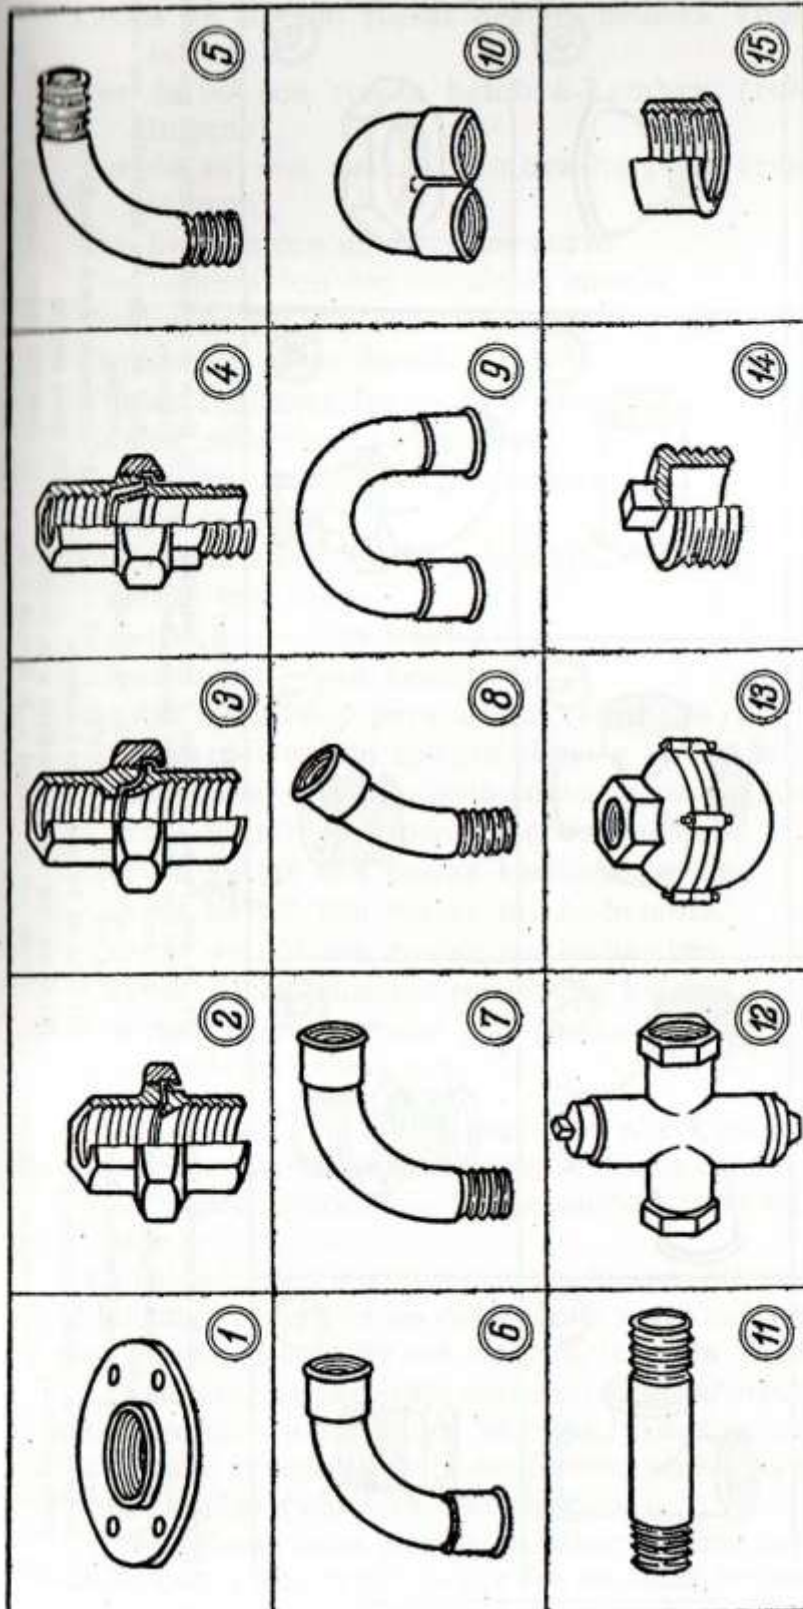

FIG. 2 - VIII
Las *válvulas de pie* [fig. 2 (13)], apoyando en la base de recintos anegados, permiten efectuar el desagote con ayuda de una bomba aspirante.